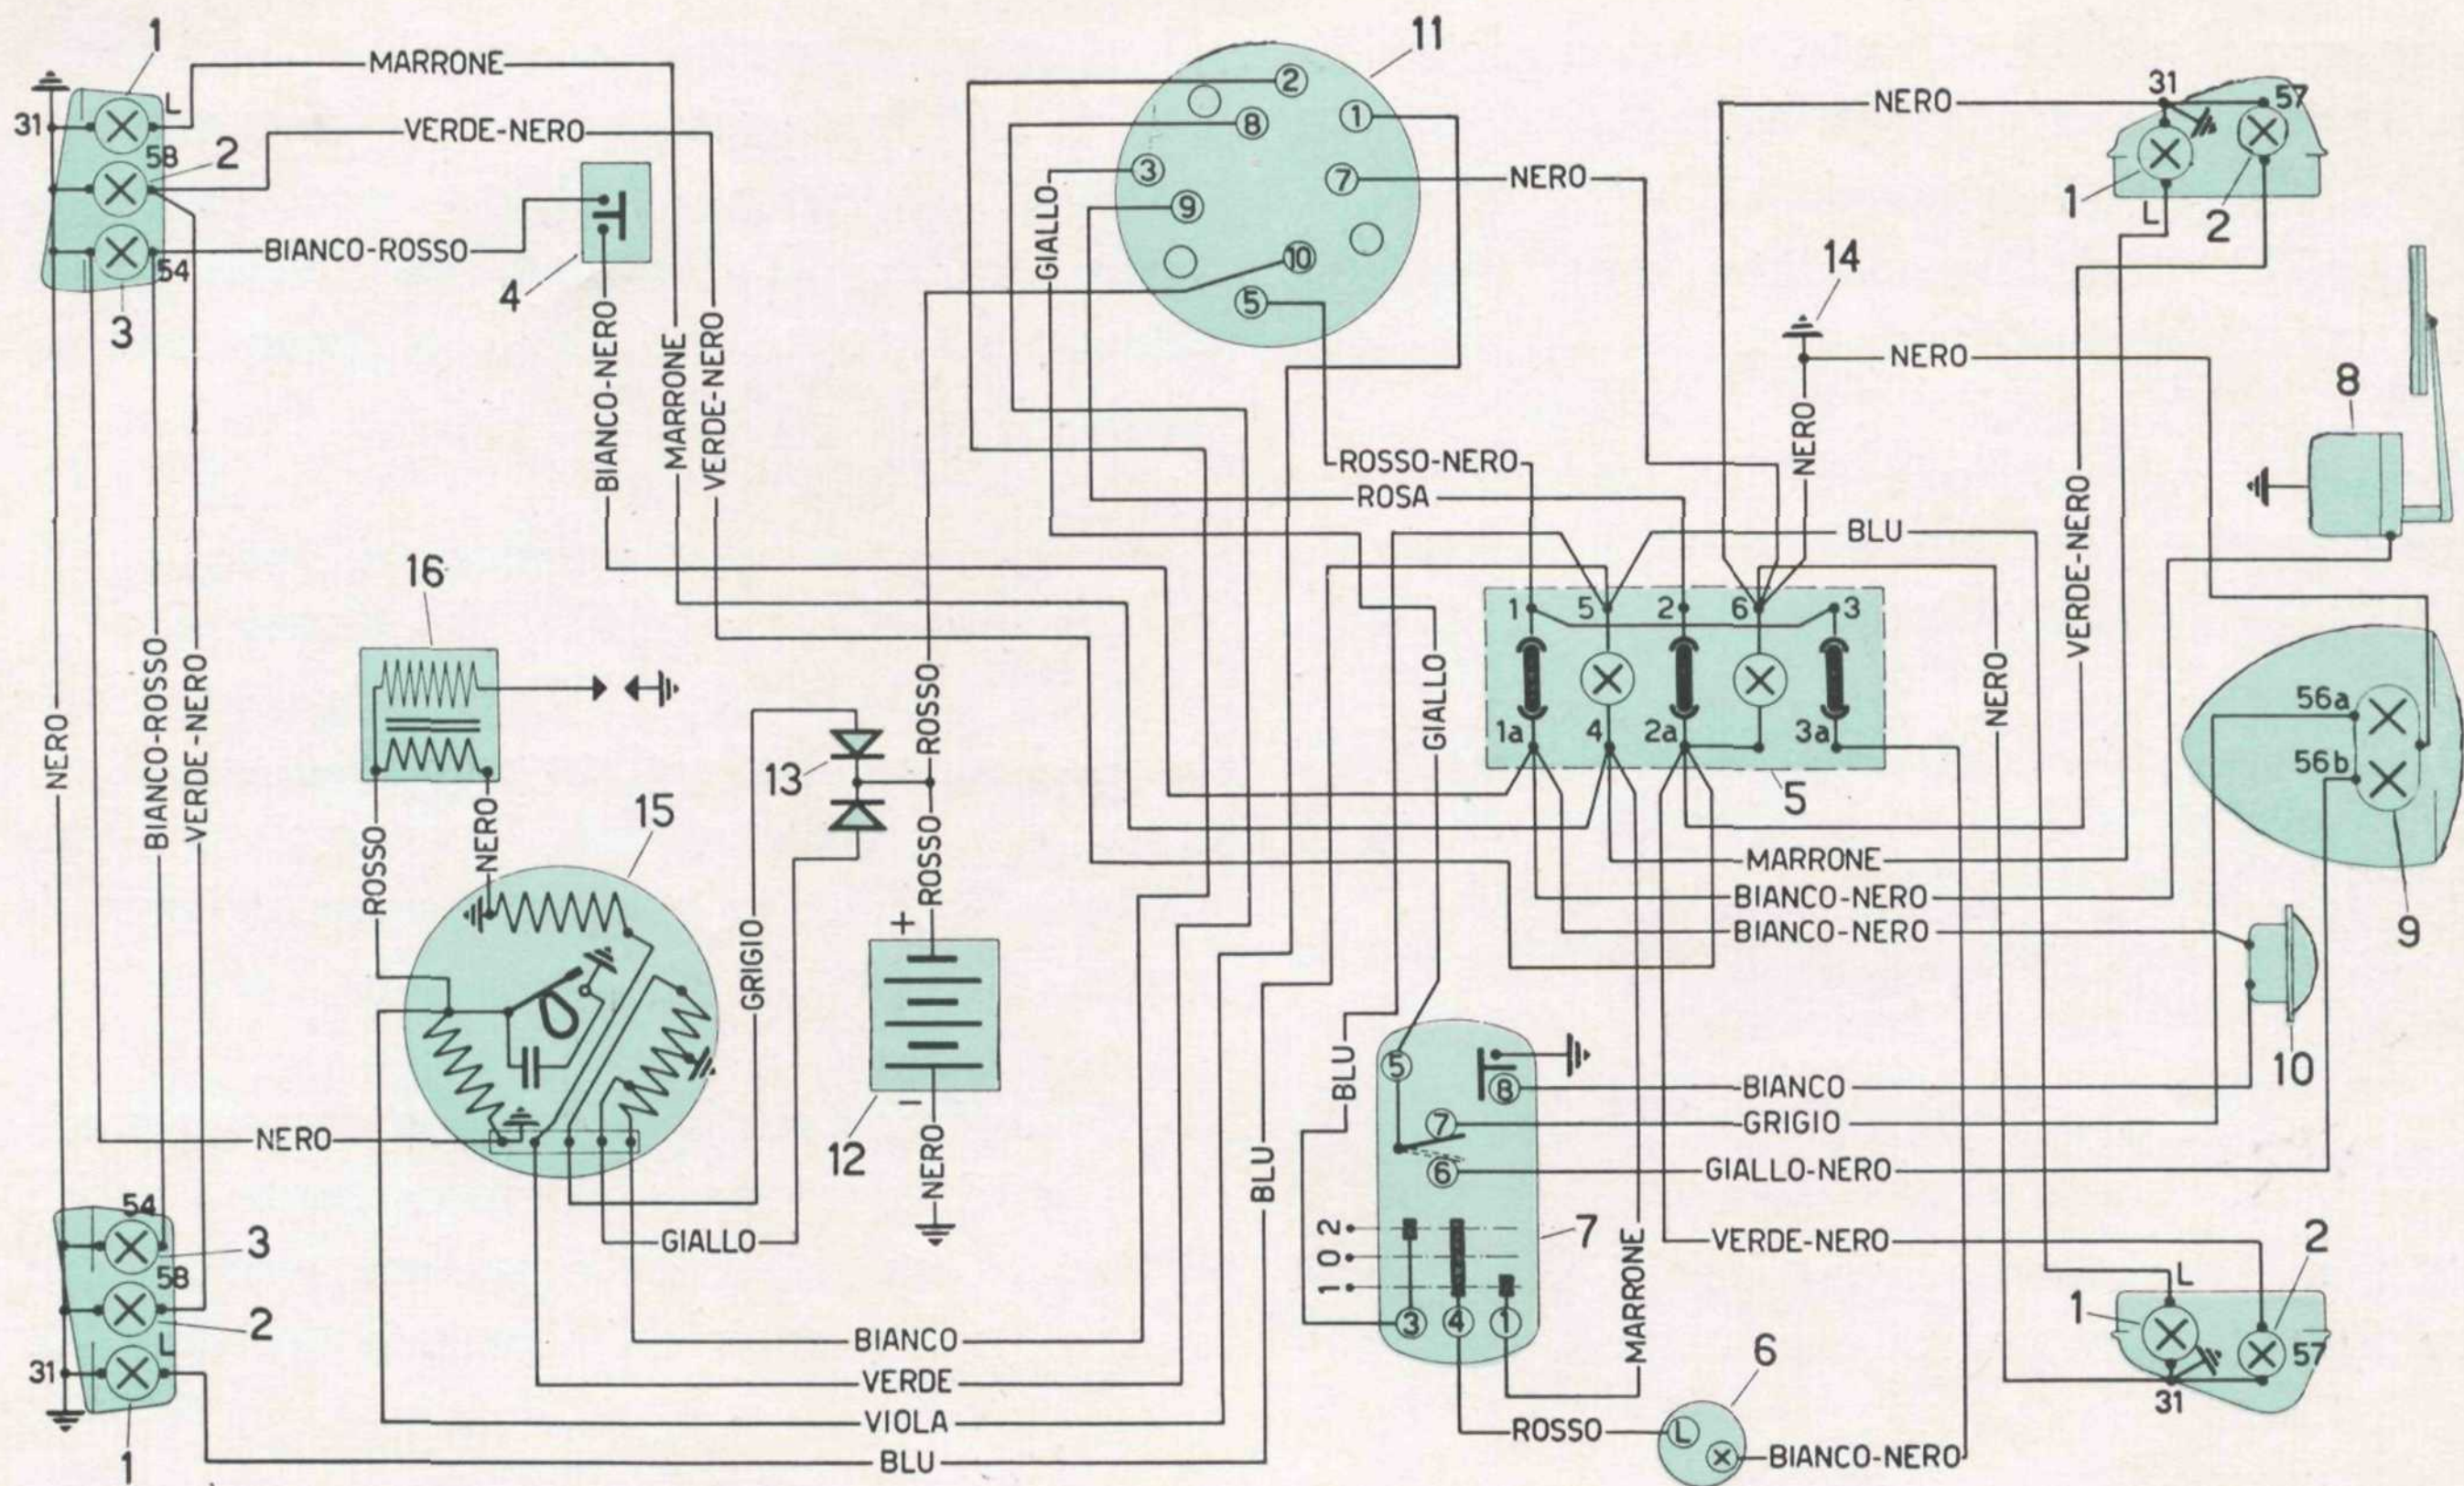

Fig. 21 - Schema impianto elettrico
L'energia elettrica per i dispositivi dell'impianto d'illuminazione e segnalazione è fornita in c. a. e in c. c. come segue: (Fig. 21).
DIDASCALIE FIG. 21
N. B. - Collegamenti elettrici sul commutatore principale (n. 11, fig. 21);